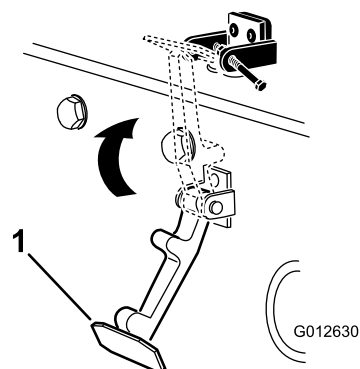

Figura 17
6. Enganche el cierre en el cerradero del capó (Figura 17).